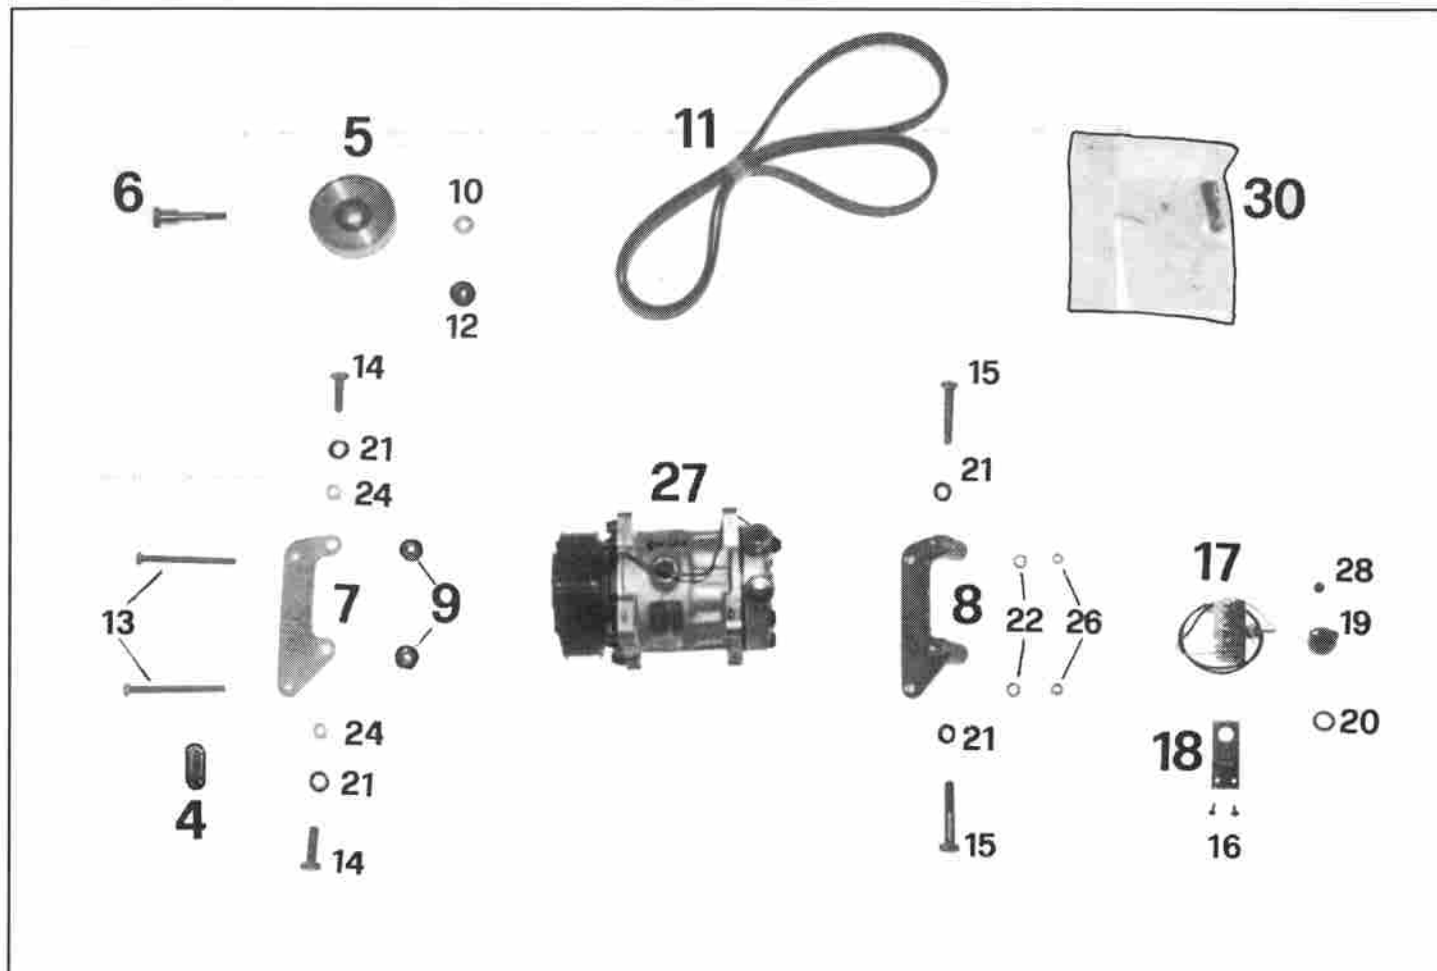

FIG. 1
All numbers quoted in the text and under the photos refer to the components supplied of the air conditioning unit. One must therefore refer to the kits shown in fig. 1, 2, 3, 3.1 and 4.
Alle Ziffern im Text und der Abbildung 1, 2, 3, 3.1 und 4 beziehen sich auf vorhandene Bestandteile des Bausatzes.
**ELENCO MATERIALE FORNITO (FIG. 1)
LISTE DU MATERIEL FOURNI (FIG. 1) / LIST OF SUPPLIED MATERIALS (FIG. 1)
VERZEICHNIS DES GELIEFERTEN MATERIALS (ABB. 1) / LISTA MATERIAL ABASTECIDO (FIG. 1)**